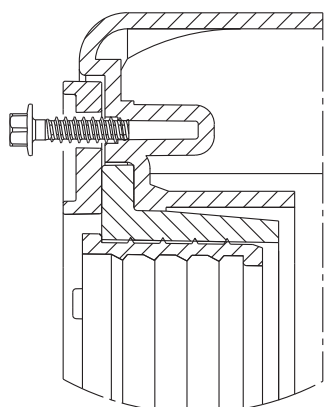

Рис. 14 Ослабьте болт на внешнем кольце
**Насосные установки Multilift MD поставляются с ослабленными болтами на внешнем кольце диска регулируемого входного патрубка. См. рис. 14. Проверьте и затяните все болты с максимальным крутящим моментом затяжки 9 Нм перед тем, как подсоединять напорный патрубок.**